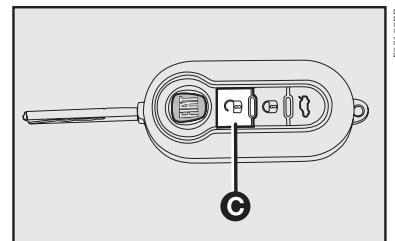

fig. 5
- Com a pressão contínua da tecla de desbloqueio C-fig. 5 a capota abre, parando em qualquer posição assim que a tecla for solta.